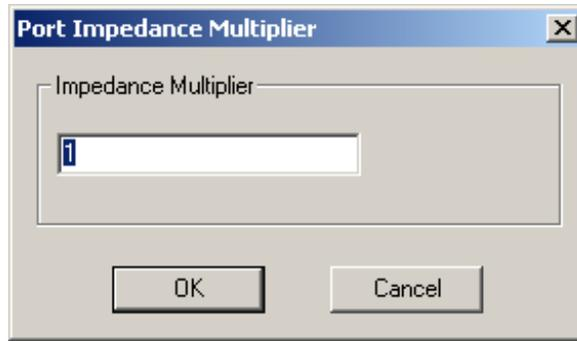

Рис. 5.49. Назначение коэффициента импеданса
1. Нажмите **HFSS>Excitations>Edit Impedance Mult**. Появляется диалоговое окно **Port Impedance Multiplier** (рис. 5.49).